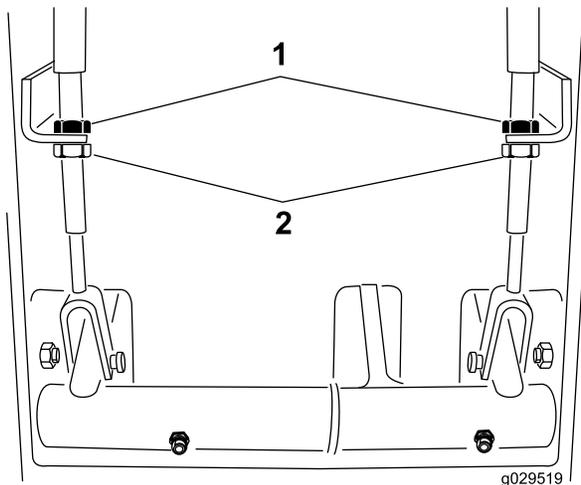

Figura 74
2. Para reduzir a folga dos pedais dos travões, desaperte as porcas de bloqueio frontal que se encontram na extremidade roscada do cabo dos travões (Figura 74).